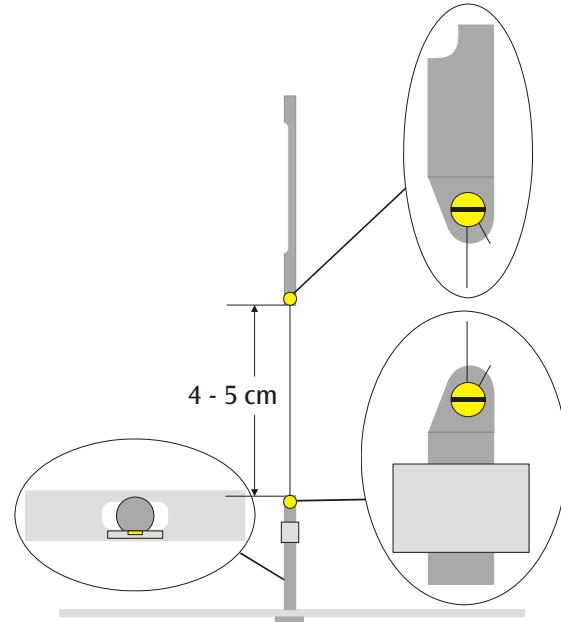

Fig. 3 Representación esquemática del péndulo de torsión (Detalle a la izquierda: Travesaño con la suspensión inferior, visto por encima)
- La suspensión inferior se atornilla en el centro del travesaño, teniendo en cuenta que la superficie del espejo quede paralela al travesaño (ver Fig. 3).
- tornillos, teniendo en cuenta que el hilo no se doble. El hilo debe, en lo posible, quedar centrado entre las dos suspensiones (ver Fig. 3).